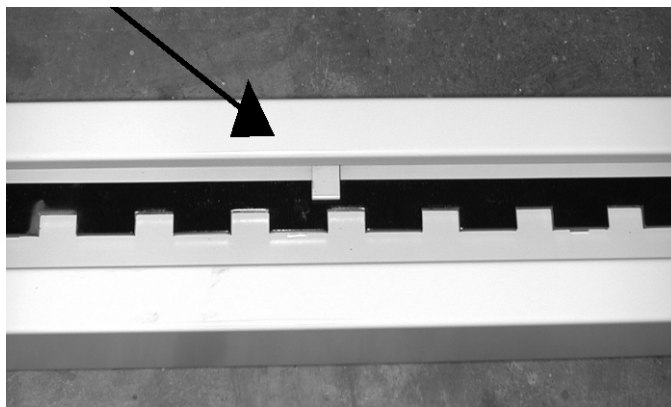

Fig.6
Let op: dat deze strip achter de strip(1) in het midden van de kolom doorloopt (Fig.6).